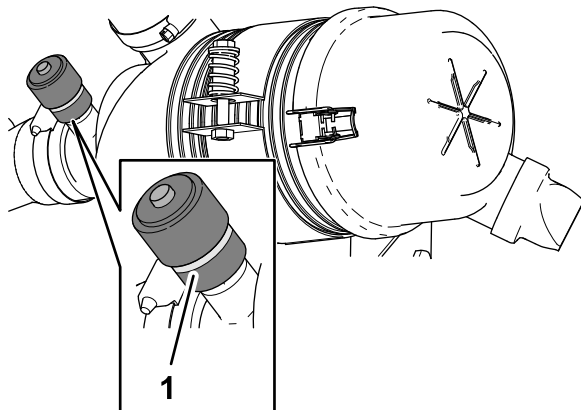

Figura 112
3. Verificați indicatorul de service de la capătul carcasei filtrului de aer (Figura 112).